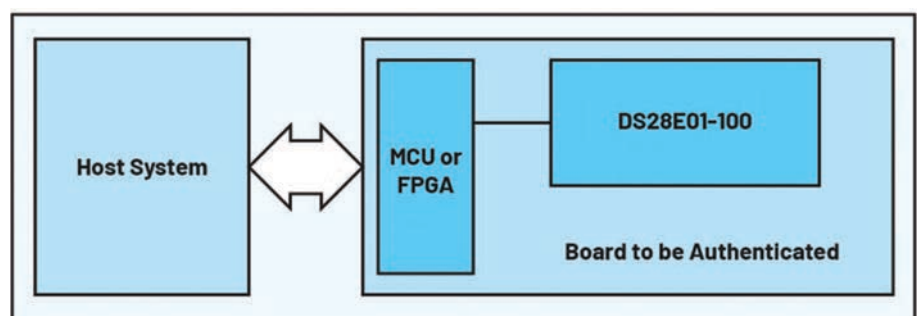

Figura 6 Exemplu de autentificare hardware utilizând DS28E01-100.
- Verificarea autenticității hardware-ului. Vedeți figura 6.